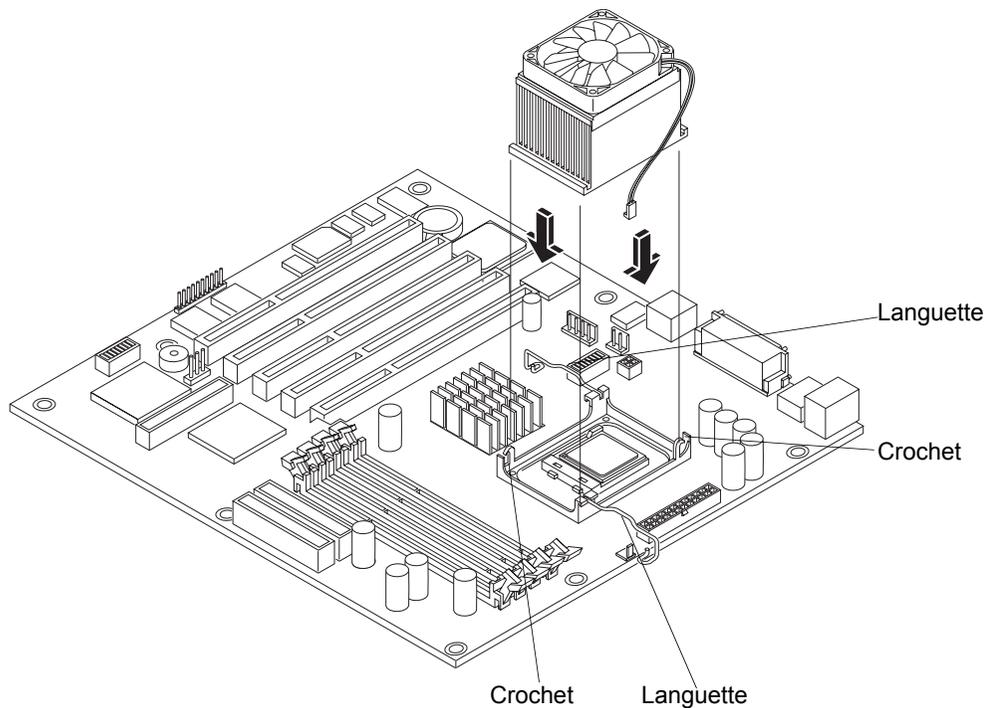

Figure 7-13. Remplacement du ventilateur/dissipateur de chaleur sur le processeur
4. Maintenez le ventilateur en place et fixez-le en fermant les languettes de fixation. Assurez-vous que les languettes sont bien enclenchées dans les crochets. Voir la Figure 7-13.